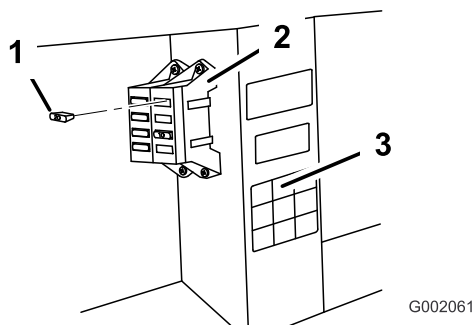

Рисунок 29
**Примечание:** Убедитесь, что соответствующий провод в блоке предохранителей подсоединен к красно-черному проводу жгута (Рисунок 29).